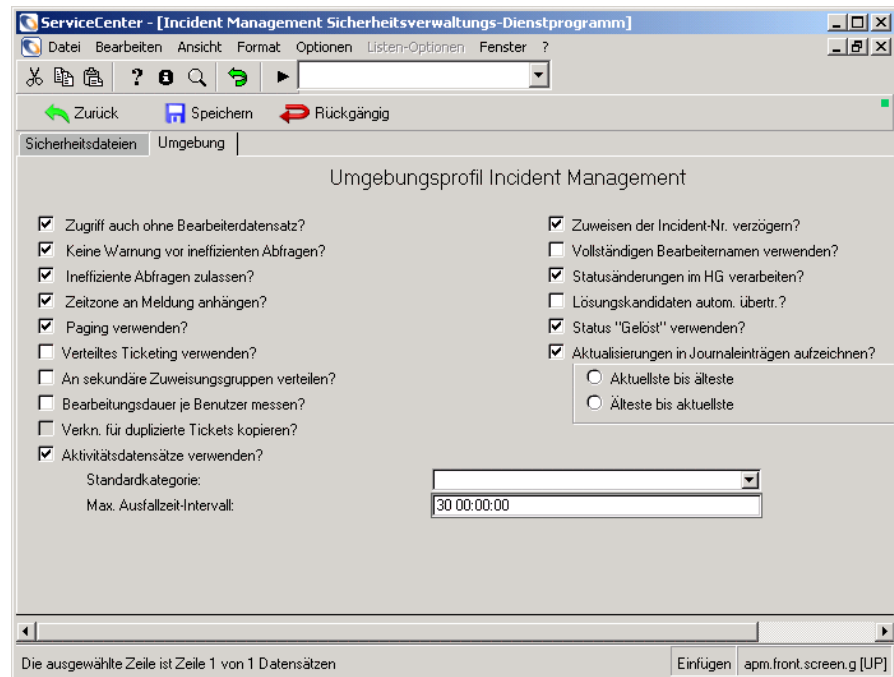

Abbildung 4-24: Incident Management Sicherheitsverwaltungs-Dienstprogramm: Register „Umgebung“
- 1 Klicken Sie im ServiceCenter-Startmenü auf **Incident Management**. Klicken Sie auf **Sicherheitsdateien**. Klicken Sie auf das Register **Umgebung**. Abbildung 4-24 auf Seite 131 zeigt das Umgebungsprofil Incident Management.